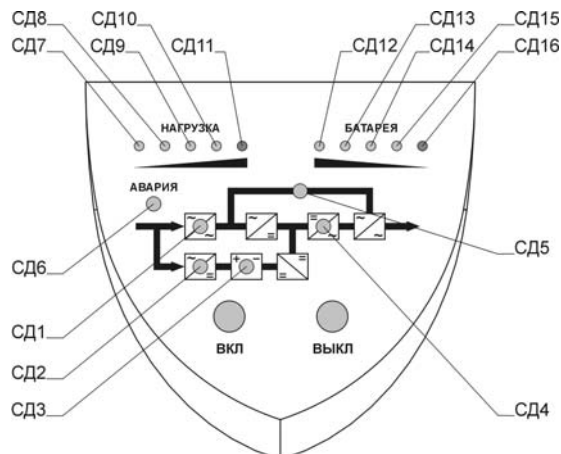

Рис. 1 Передняя панель блока ИБП
Конструктивное исполнение блока ИБП - прямоугольный металлический корпус, имеющий съемный кожух. На передней панели блока (см. рис.1) расположены кнопки управления ИБП «ВКЛ/ВЫКЛ», светодиодные индикаторы для отображения текущего состояния (режима работы) ИБП и две светодиодные индикаторные линейки: «Нагрузка», показывающая % нагрузки и «Батарея», отображающая уровень заряда (в сетевом режиме) либо остаточную емкость (в автономном режиме) аккумуляторной батареи.
На передней панели блока ИБП расположены две кнопки управления ИБП (см. рис.1).
7.1.3. Средства индикации режимов работы и состояния ИБП представлены светодиодной панелью (см. рис.1) и устройством подачи звуковых сигналов. Светодиоды СД1, СД2, СД3, СД4, СД5 служат для отображения режимов работы ИБП, светодиод СД6 указывает на наличие аварийной ситуации.